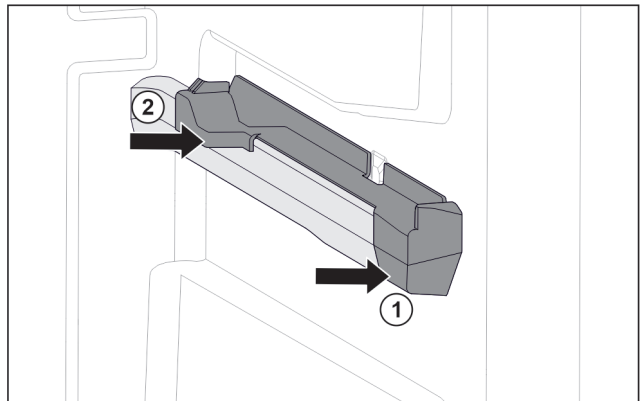

Fig. 109 Insteekelement op rechter containerrib
- ▶ Insteekelement voor tegen containerrib plaatsen. Fig. 109 (1)
- ▶ Insteekelement achter aandrukken. Fig. 109 (2)